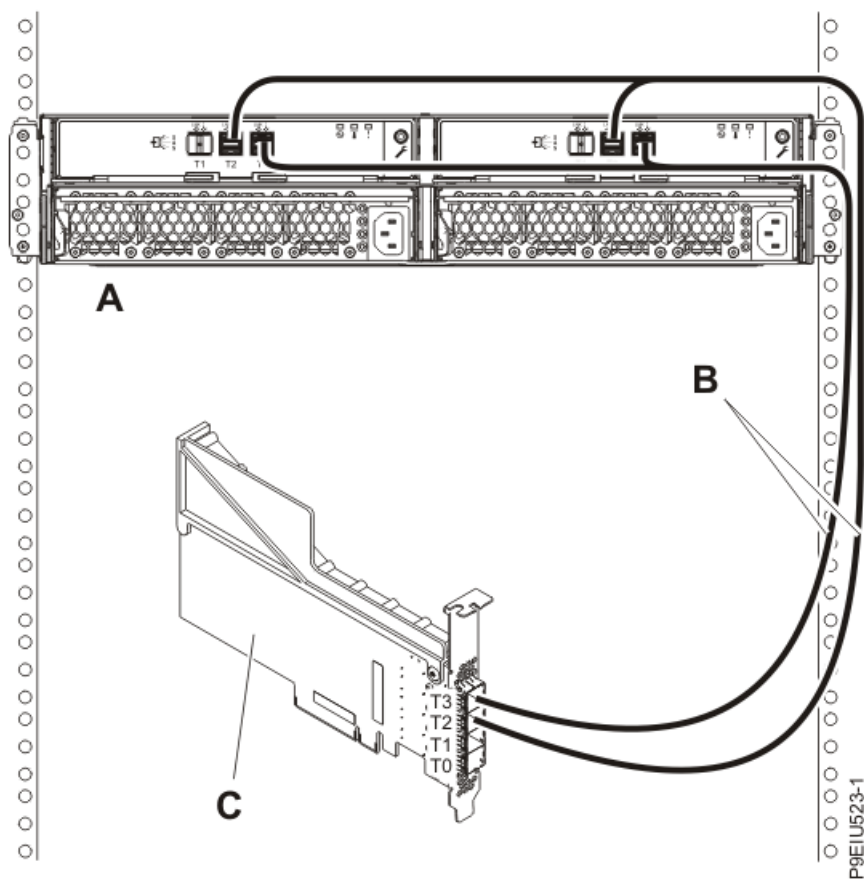

Figura 19. Conexiune mod 2 a unui incinta de stocare ESLS prin utilizarea a două cabluri YO12 la un adaptor SAS FC EJ0K situat în slotul PCIe C12 din sistemul
19. Finalizați o conexiune mod 2 a unei incinte (A) utilizând două cabluri YO12 (B) la un adaptor FC EJ0K (C) aflat în slotul PCIe C12 din sistemul , după cum se arată în Figura 19 la pagina 24. Apoi, continuați cu "Conectarea cablurilor și cordoanelor de alimentare și instalarea capacelor" la pagina 29.